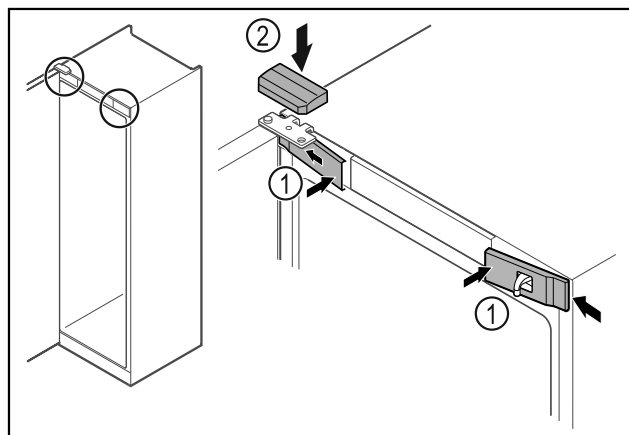

Fig. 47
- ▶ Obesite sprednje pokrove Fig. 47 (1) na stran in jih zaskočite.
- ▶ Zgornji pokrov Fig. 47 (2) namestite z zgornje strani.